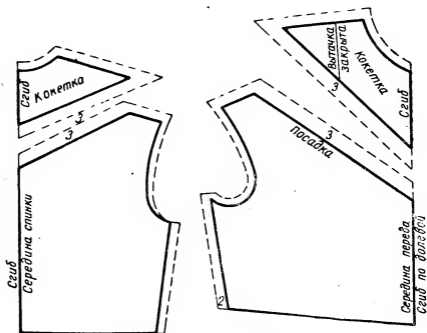

Рис. 297. Раскрой спинки и полочки блузки с кокеткой
**Раскрой.** Выкройку блузки разрезают по нанесенным линиям фасона и разрезанные части раскладывают на ткани спорков. Раскладку выкройки производят соответственно обозначениям на каждой части выкройки. Середину спинки и полочки кокетки и низа лифа укладывают на сгиб ткани (рис. 297).